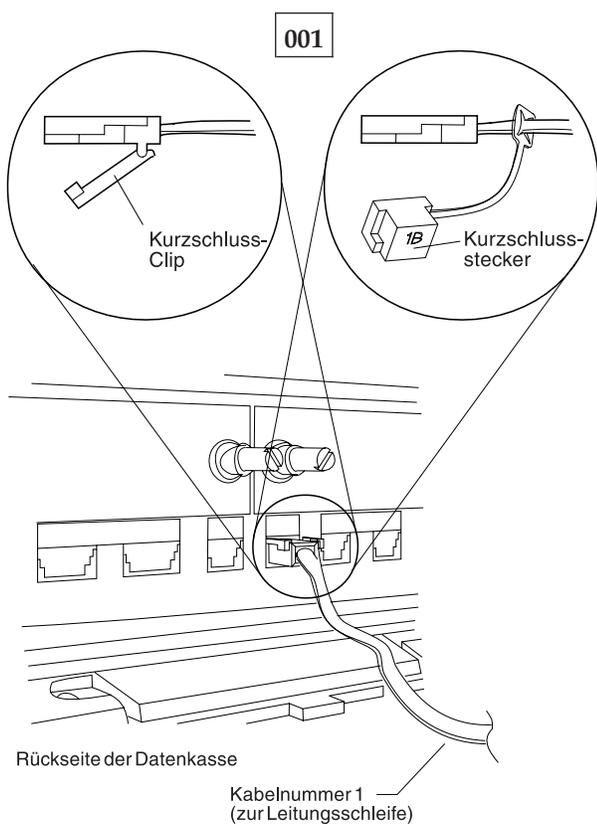

Abbildung 45. Leitungsschleifenkabel 1 für Datenkasse Mod1 und Kurzschluss-Stecker 1B
- Den Kurzschluss-Stecker 1B an das kassenzugewandte Kabelende anschließen. Siehe Abb. 45 auf Seite 546.